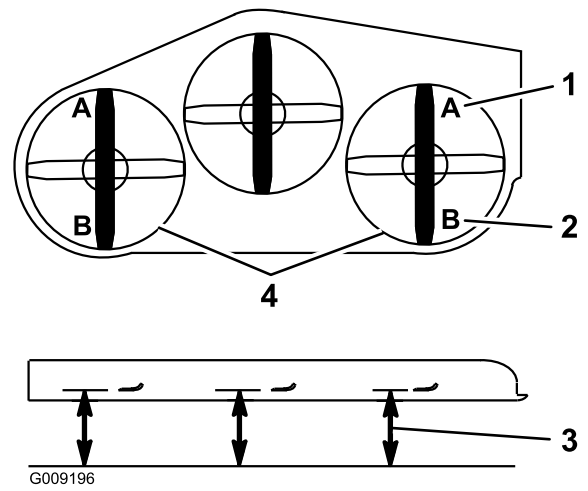

Figura 90
9. En ambos lados de la carcasa, mida desde la superficie nivelada hasta la punta delantera de la cuchilla (Posición A), según se muestra en Figura 90.
- En ambos lados de la carcasa, mida desde la superficie nivelada hasta la punta trasera de la cuchilla (Posición B), según se muestra en Figura 90.